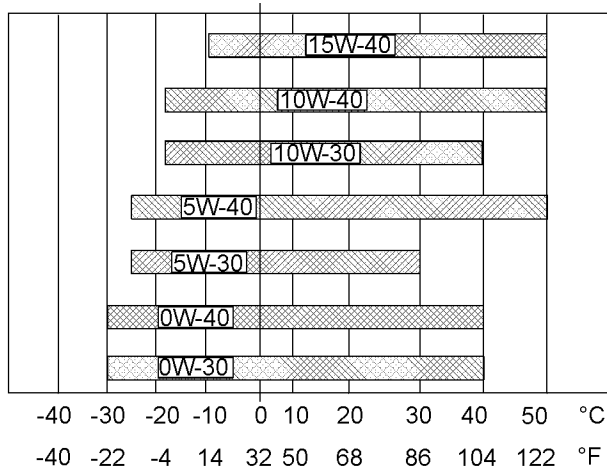

图 57
请参阅图 57（最低温度）以确定发动机冷启动时所需要的机油粘度。
请参阅图 57（最高温度）以选择发动机在预期的最高环境温度下运行时所需要的机油粘度。
- 请参阅适用的“机油粘度”。为找到适合您的发动机的机油粘度等级，请参阅图57。